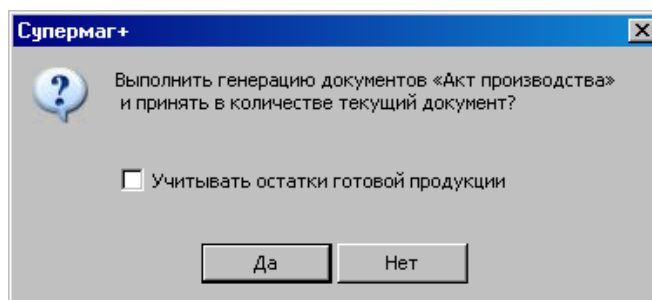

Рисунок 70 – Флаг «Учитывать остатки готовой продукции»
2. При установленном флаге **Учитывать остатки готовой продукции** (Рисунок 70) при генерации акта производства под обеспечение выхода готовой продукции требуемое количество для каждого артикула готовой продукции определяется как разница между количеством в документе выхода из производства и текущими остатками готовой продукции в производстве.